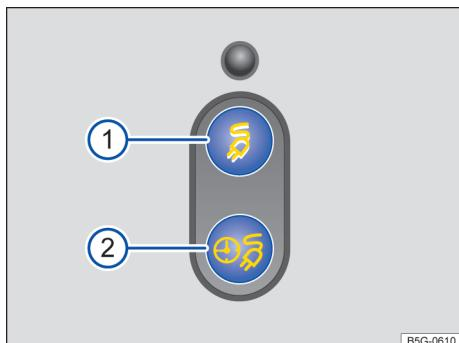

Fig. 164 Atrás da tampa do carregamento da bateria: botão de carregamento imediato  (1) e botão do carregamento posterior  (2).
O processo de carregamento começa assim que o cabo de carregamento estiver conectado. A bateria de alta tensão é carregada completamente. O botão de carregamento imediato  → Fig. 164 (1) se acende.
Quando o cabo de carregamento for conectado, acende-se o símbolo no botão  → Fig. 164 (2) do "carregamento posterior". O temporizador de car-